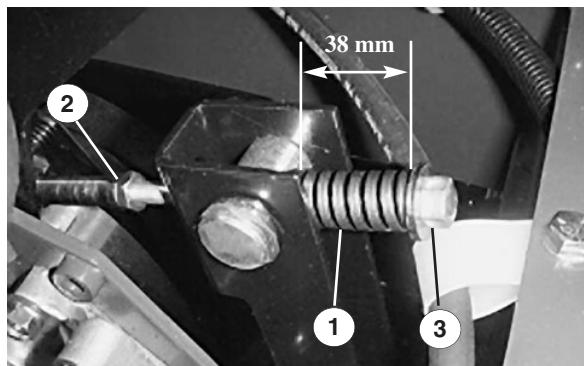

Bild 28
2. Lockern Sie die Klemmmutter an der Spannstange (Bild 28).
3. Spannen oder lockern Sie die Riemenspannfeder mit einem  $\frac{1}{2}$ " -Maulschlüssel (Bild 28). Stellen Sie die Federlänge auf 38 mm ein.
3. Schlaffen Sie die Riemenspannfeder vollständig mit einem  $\frac{1}{2}$ "-Maulschlüssel (Bild 28).
5. Bringen Sie den neuen Zapfwellen-Treibriemen an und spannen die Riemscheibenfeder auf 38 mm (Bild 28).
6. Ziehen Sie dann die Klemmmutter fest (Bild 28) und schließen die Motorhaube.